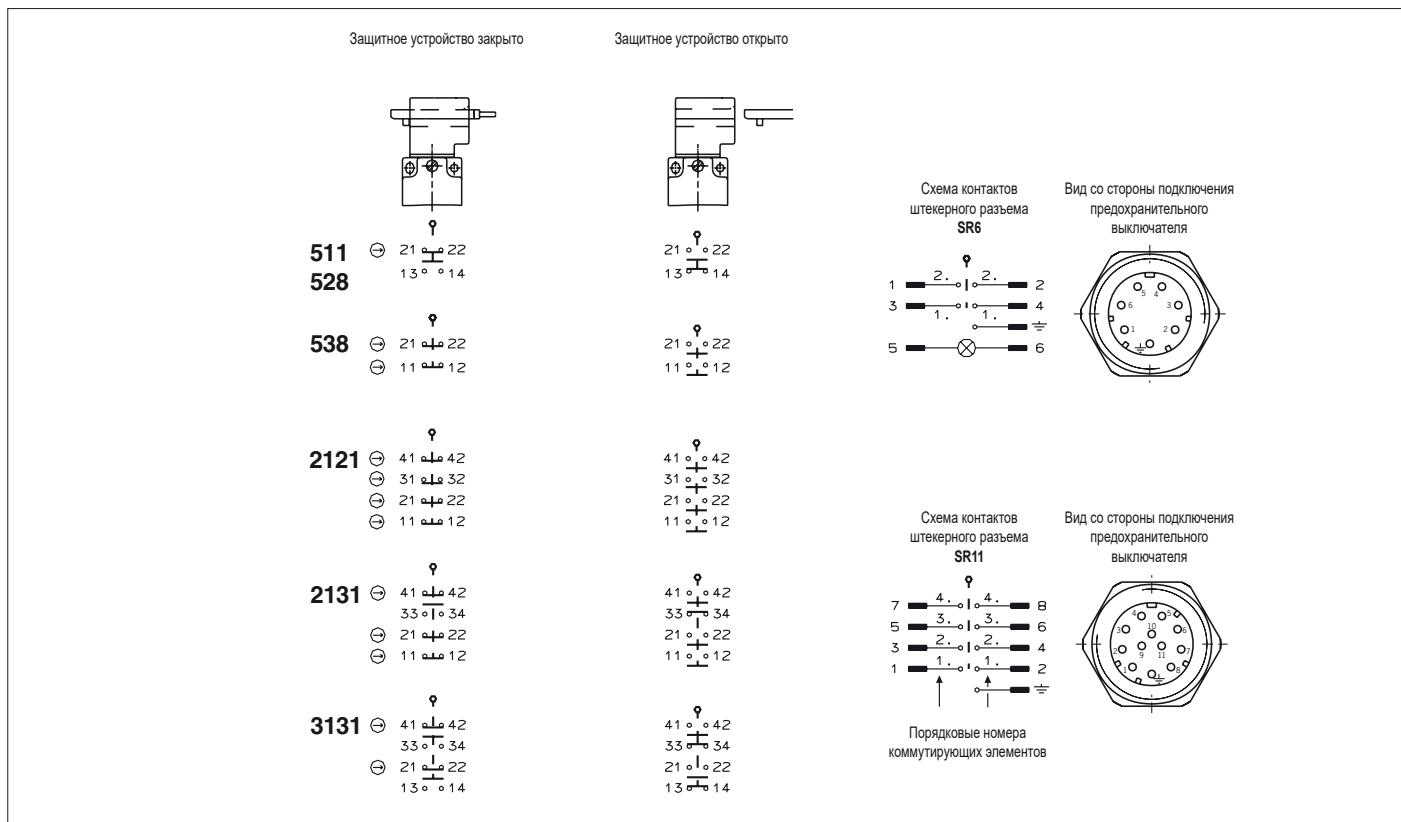

Рис. 2. Коммутирующие элементы и функции переключения
Необходимо использовать минимум один контакт (⊕). Он сигнализирует о состоянии блокировки (см. схему контактов на Рис. 2).
2. Затем подсоединить и затянуть клеммы с моментом затяжки 0,5 Нм (см. схему контактов на Рис. 2).